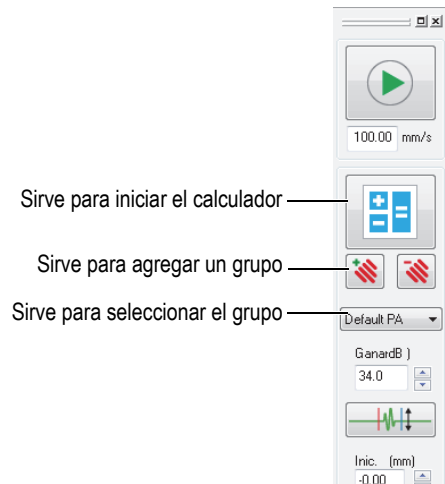

Figura 4-3 Agregar o seleccionar un grupo
1. En la tabla de control, haga clic en el botón  para agregar un grupo (ver Figura 4-3 en la página 109).
3. En la tabla de control (ver Figura 4-3 en la página 109), siga los siguientes pasos: